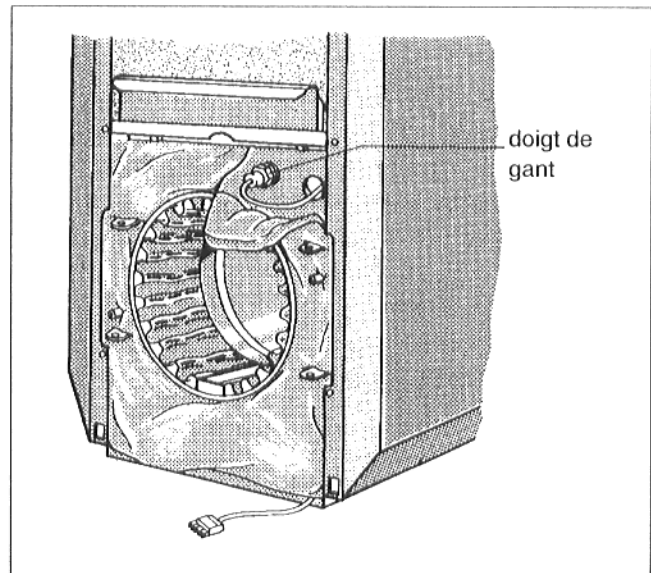

Fig. 20
- Rabattre le coin droit du matelas calorifuge de la paroi de façade avant (Fig. 20).
Le doigt de gant de la sonde d'ECS se trouve dans le réservoir du préparateur, sur la paroi arrière (Fig. 20).